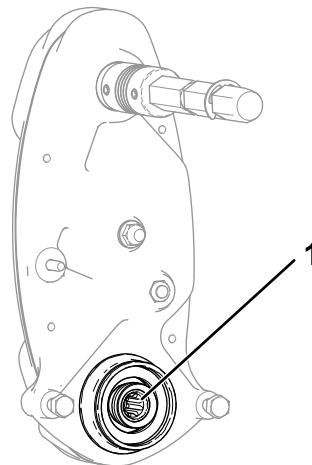

Рисунок 14
- Перевірте, чи не залишилося мастила на внутрішній поверхні привідного валу барабана (**Рисунок 14**).